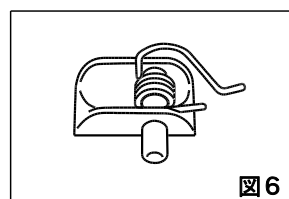

図6
- e) ピンセットで左の爪金具ばねをグリップ上端の孔から抜き（図5 a, b）、爪金具セットを持ち上げるようにして外す（図6）。（ばねが入っているので、飛び出さないように注意する。）